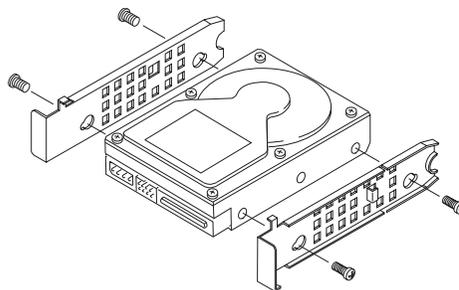

Figure 3-7. Fixation des rails latéraux sur le disque dur
6. Retirez les deux rails latéraux du berceau de montage vide et fixez-les sur le nouveau disque dur. Voir la Figure 3-7.